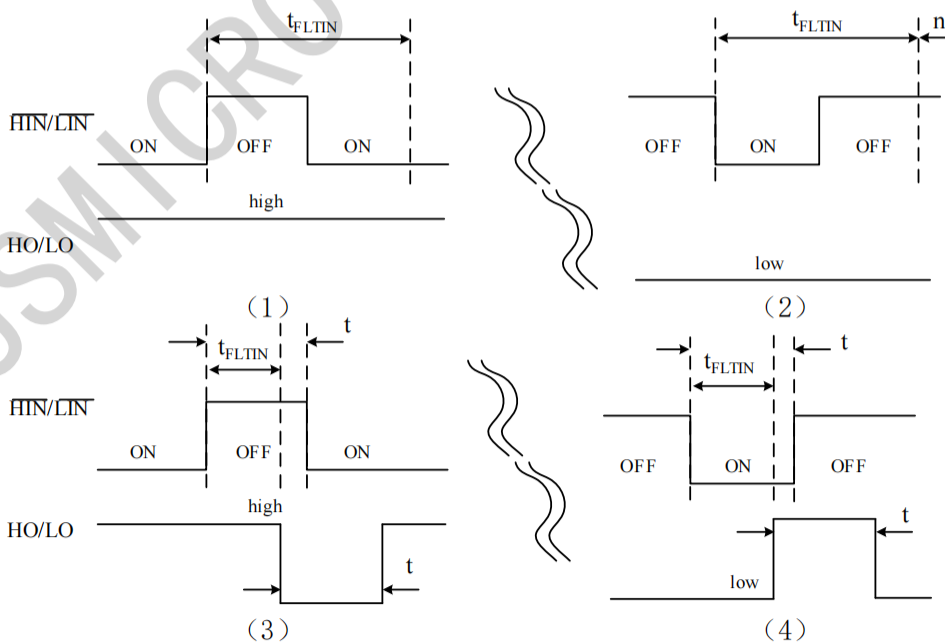

图 7-2 输入滤波波形定义
JSM2136S包含有三路独立的半桥信号输入端口用于接收来自主控的控制信号，不互相干扰。每路半桥的高侧与低侧之间有互锁功能，保证同相位高侧与低侧的输出不会同时为高电平。且高侧与低侧信号之间存在内置的死区时间，有效避免了输出信号重叠导致的严重故障。信号输入端口采用边沿触发的方式，因此在触发保护后，需要给出下一个触发沿信号，输出才会产生变化。每个信号输入端口均通过一个 40KΩ 的电阻上拉至内部基准 VDD，浮空时将被置为高电平输入。每个信号输入端口（包括 EN 使能端口）均包含有滤波功能，不会被低于滤波时间的脉冲触发，当包含滤波功能的端口输入信号发生变化时，其持续时间小于输入滤波时间，输出端口均不受到影响产生变化。当输入信号变化持续时间大于输入滤波时间，输出端口则随输入信号发生改变，并与其保持同等时间，如图 7-2 所示：
(1) 当输入正脉冲信号时，且该脉冲信号宽度小于滤波宽度 ($t < t_{FLTIN}$)，如图 7.2(1)所示。输出信号不发生变
(2) 当输入正脉冲信号时，且该脉冲信号宽度大于滤波宽度 ($t > t_{FLTIN}$)，如图 7.2(3) 所示。输出信号发生变化，触发一个持续时间为 t (同输入脉宽时间) 的低电平后恢复高电平；
(3) 当输入负脉冲信号时，且该脉冲信号宽度小于滤波宽度 ($t < t_{FLTIN}$)，如图 7.2(2) 所示。输出信号不发生变化，持续为低电平；
(4) 当输入负脉冲信号时，且该脉冲信号宽度大于滤波宽度 ($t > t_{FLTIN}$)，如图 7.2(4) 所示。输出信号发生变化，触发一个持续时间为 t (同输入脉宽时间) 的高电平后恢复低电平。